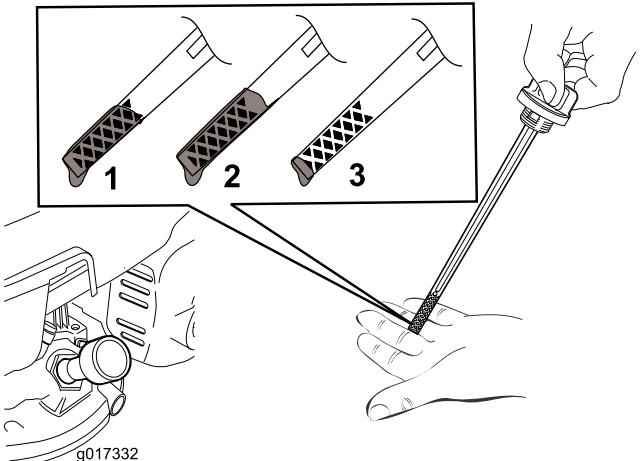

Figura 7
2. Retire a vareta do óleo (Figura 7).
Nota: Encha o cárter do motor com óleo até a vareta indicar que o nível de óleo do motor está correto, como se mostra na Figura 7. Se encher demasiado o motor com óleo, retire o óleo em excesso, como indicado em Substituição do óleo do motor \(página 15\).